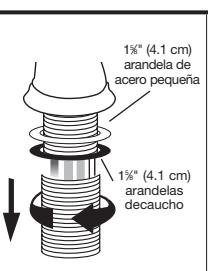

Figura 1
- Desatornille y quite la extensión rosada del cuerpo de la válvula. **No la tire, ya que la necesitará posteriormente** (Vea la Figura 1).